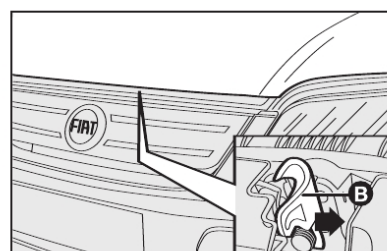

fig. 92
2) puxar a trava **B-fig. 92** localizada acima da grade frontal sob o capô. Como indicado pela seta;